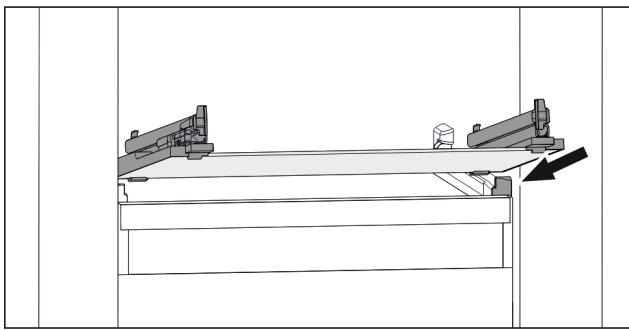

Fig. 168 Simbolična slika steklene plošče
- Stekleno ploščo postavite v pošetnem položaju za zaustavljalniki. (glejte Fig. 168)